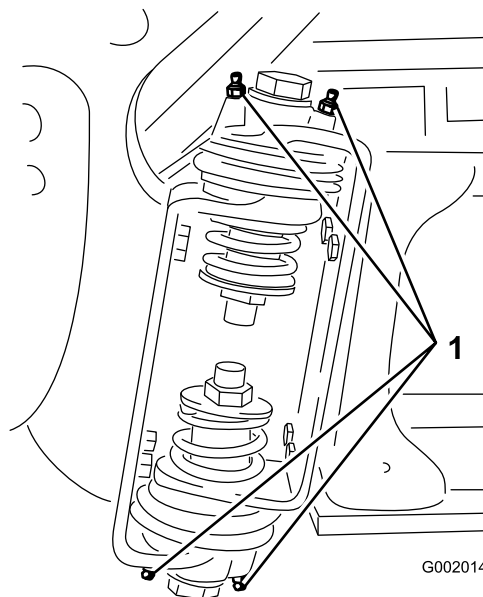

Figure 35
2. Injectez la graisse dans le roulement ou la bague de chaque graisseur (Figure 35).